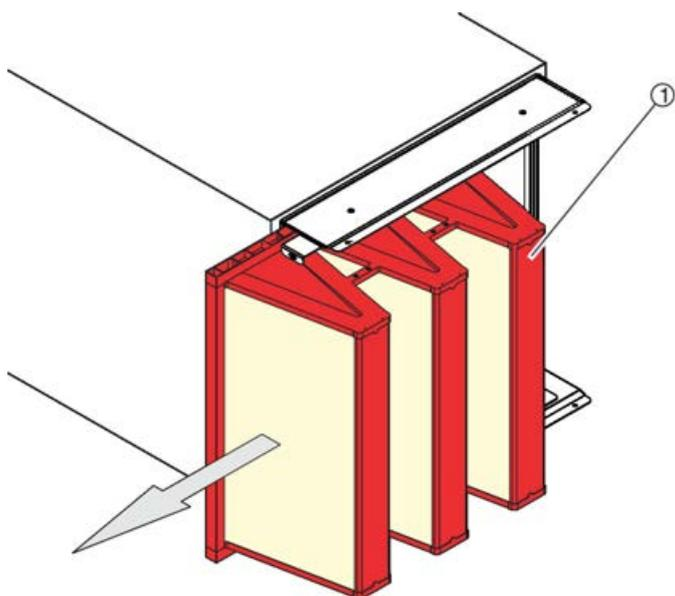

Fig. 17: Desmontaje del filtro
5. ▶ Extraiga el filtro (Fig. 17 /1) desde el lateral.